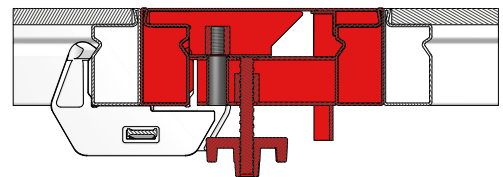

Abb. 35.3 Schritt 1
1. Nach der Betonage M-Schalschlösser an Teil 2 des Ausschalelementes entfernen (Abb. 35.3).